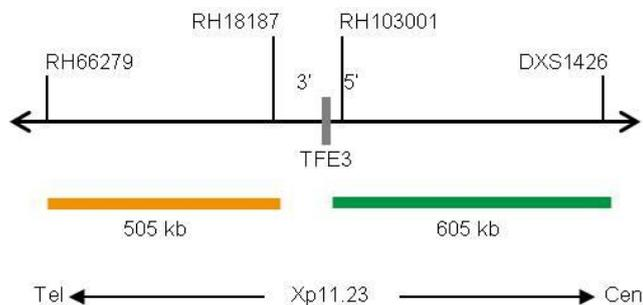

Abb. 1: SPEC TFE3 Sondenlokalisation (nicht maßstabsgetreu)
- ZyOrange (Anregung 547 nm/Emission 572 nm) markierten Polynukleotiden (~4,5 ng/μl), die gegen Sequenzen in Xp11.23* (chrX:48,287,169-48,792,674) gerichtet sind, welche distal zur TFE3-Bruchpunktregion lokalisiert sind (siehe Abb. 1).
- ZyGreen (Anregung 503 nm/Emission 528 nm) markierten Polynukleotiden (~10 ng/μl), die gegen Sequenzen in Xp11.23* (chrX:48,906,685-49,509,699) gerichtet sind, welche proximal zur TFE3-Bruchpunktregion lokalisiert sind (siehe Abb. 1).